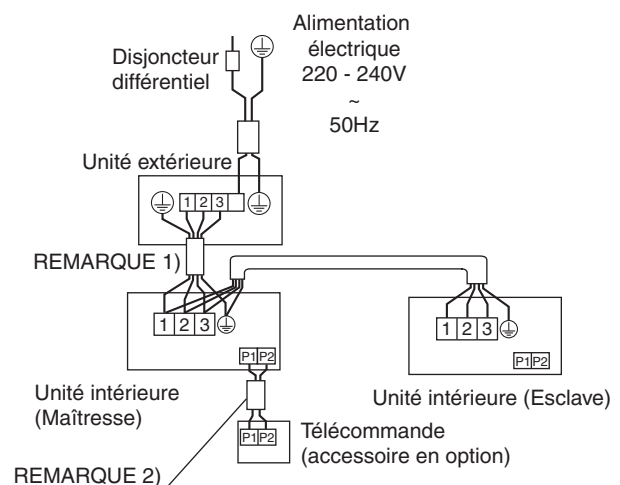

Fig. 32
- 1 télécommande commande 2 unités intérieures (2 unités intérieures fonctionnent ensemble). (Reportez-vous à la Fig. 32)